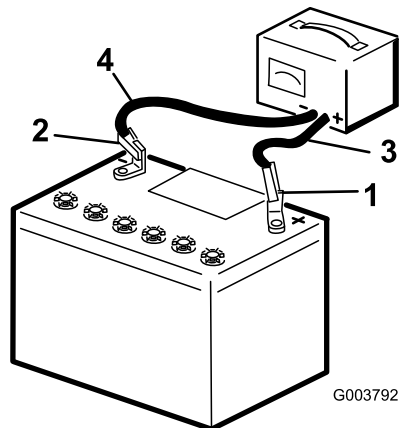

Figura 36
2. Caricate la batteria per 10 o 15 minuti a 25 – 30 A o 30 minuti a 4 – 6 A (Figura 36). Non sovraccaricate la.
3. Quando la batteria è completamente carica, staccate il caricabatterie dalla presa elettrica e scollegate i cavi di ricarica dai poli della batteria (Figura 36).